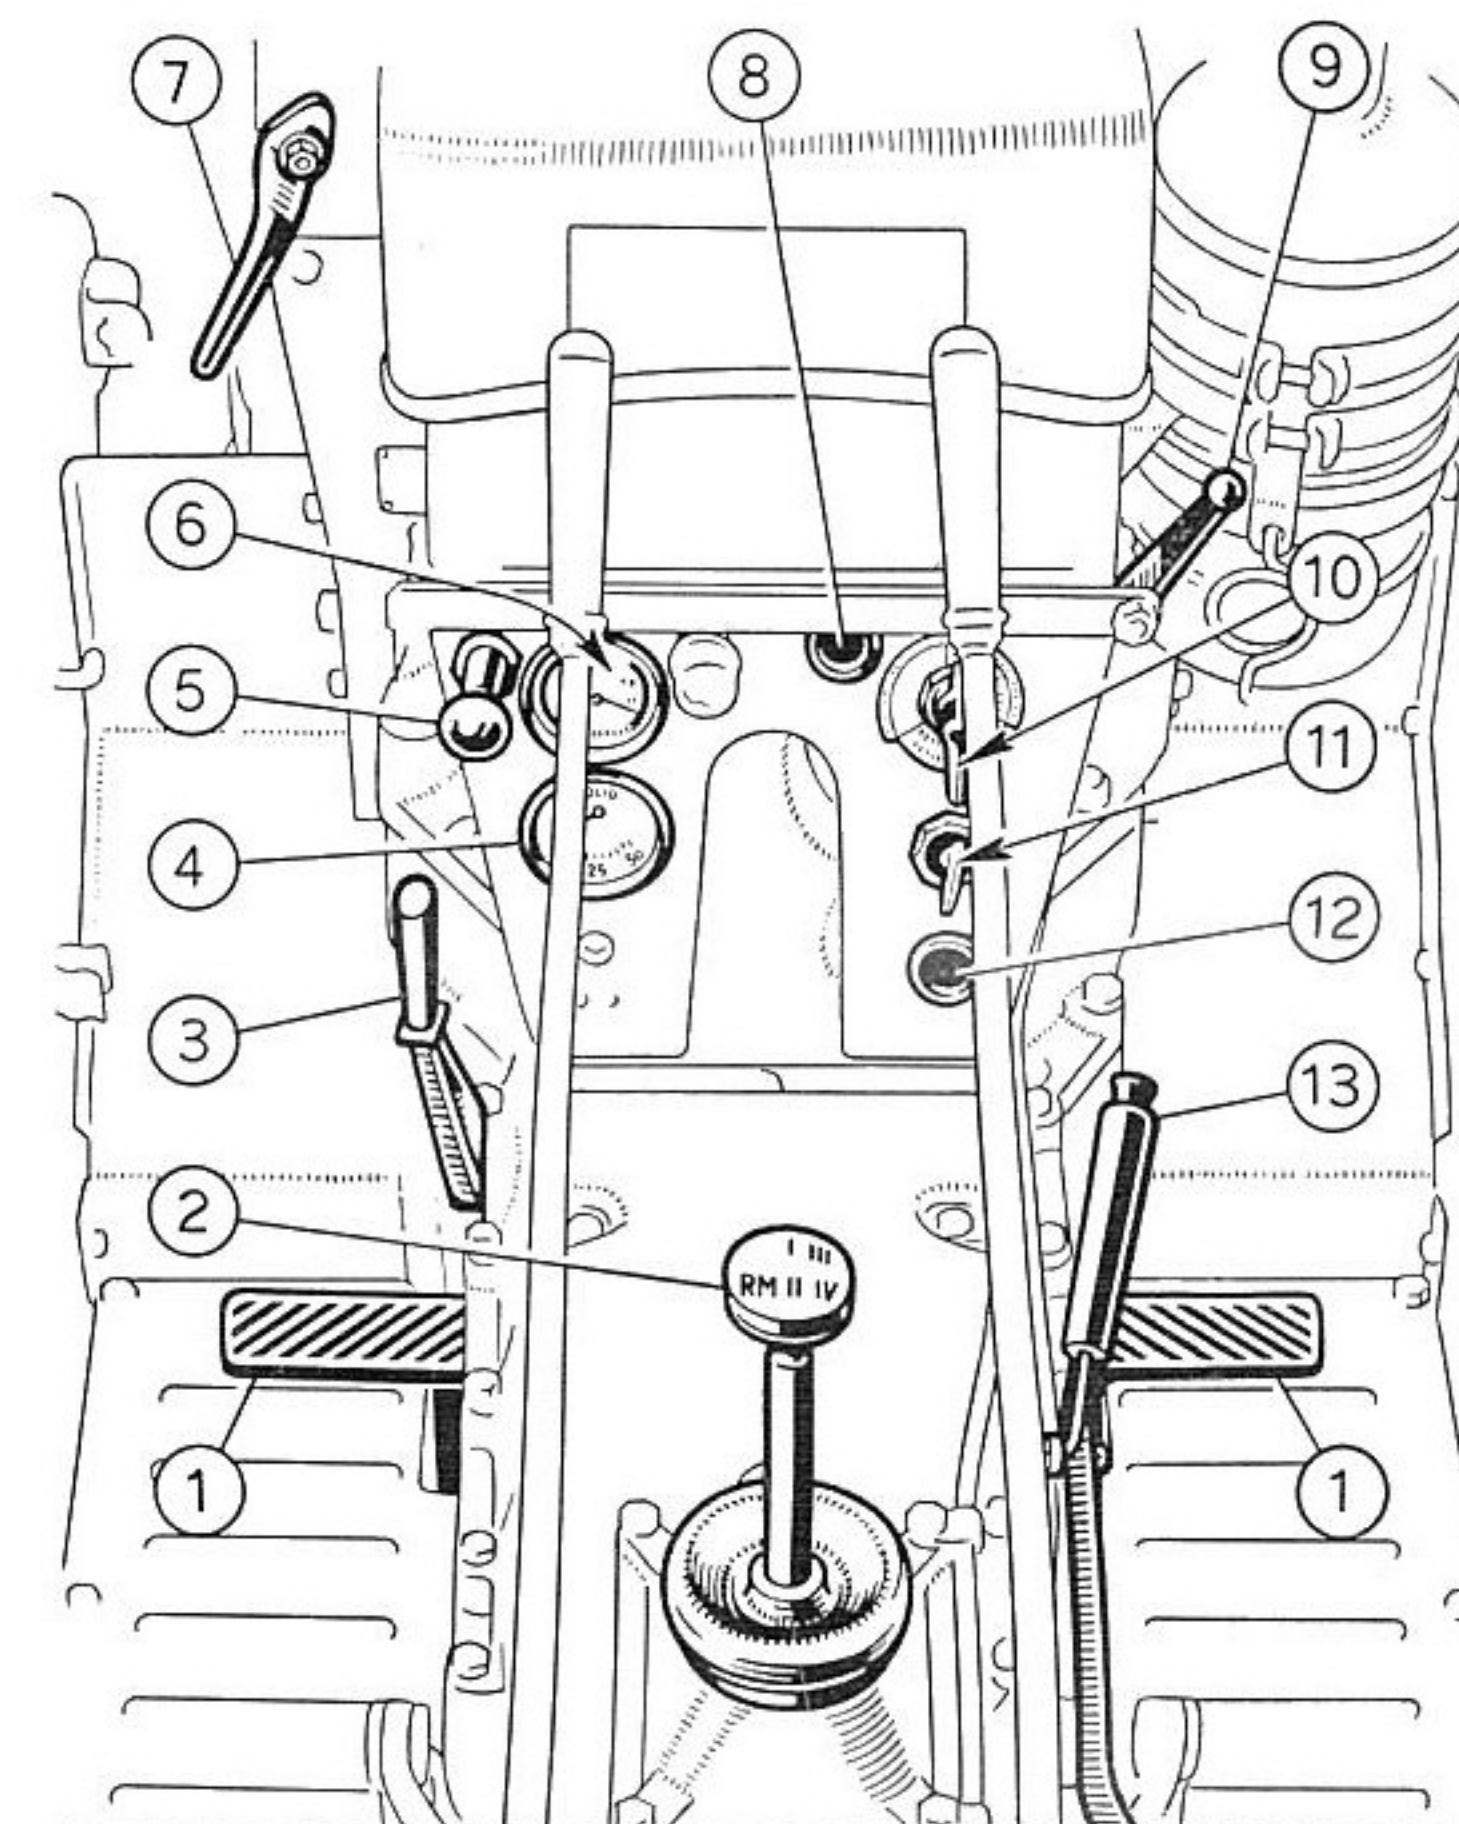

Fig. 15. - Commandes du tracteur en position de lancement.
- que le levier de commande d'embrayage (3, fig. 15) est en position de débrayage, c'est-à-dire tout tiré vers l'arrière;
- que le levier du frein à main (13, fig. 15) est serré, c'est-à-dire tout tiré vers le haut.
Pour le lancement à froid normal, il faut (fig. 15):
2. Porter la manette de l'accélérateur (9, fig. 15) à mi-course.
La commande des freins s'effectue au moyen de deux pédales indépendantes (1, fig. 15), une chaque chenille.
Un levier à main prévu (13, fig. 15) permet de bloquer les freins durant les arrêts du tracteur; dans ce but, il faut tirer à fond le levier et le fixer aux dents de la crémaillère d'arrêt.
Les quatre positions de la clef de cette boîte (11, fig. 15), permettent respectivement les commandes suivantes:
Durant le fonctionnement du tracteur ne jamais presser le bouton de l'enrichisseur de débit de la pompe d'injection (5, fig. 15) qui ne doit servir qu'au démarrage. En pressant sur le bouton durant le travail on peut causer des dommages au moteur, surtout s'il est sous forte charge.
5. — **Pression de l'huile:** durant le travail vérifier toujours le manomètre d'huile (4, fig. 15), qui doit indiquer normalement une pression de 30 à 40 mètres d'eau et qui, en tous cas, avec moteur à plein régime, ne doit pas baisser au-dessous de 15 mètres. Si l'huile n'atteint pas cette pression, il peut y avoir un défaut d'étanchéité de la soupape de surpression, située sur le boîtier du filtre à huile (fig. 42); dans ce cas, s'adresser à un atelier spécialisé. Si le manomètre n'indique la pression de l'huile que par intermittence, cela ne peut être causé que par un niveau d'huile trop bas dans le carter, et qui, par conséquent, doit être vérifié de suite.
6. — **Température de l'eau de refroidissement:** vérifier le régime thermique du moteur en observant la température indiquée par le thermomètre d'eau (6, fig. 15), qui ne doit jamais baisser au-dessous de 75°-80° C. Quand à cause de la température extérieure trop basse ou parce que le moteur a fonctionné trop longtemps sous charge réduite, la température tend à baisser au-dessous de cette limite, il faut effectuer la partialisation du radiateur en manœuvrant opportunément la persienne prévue, au moyen de la manette placée à côté du tablier.